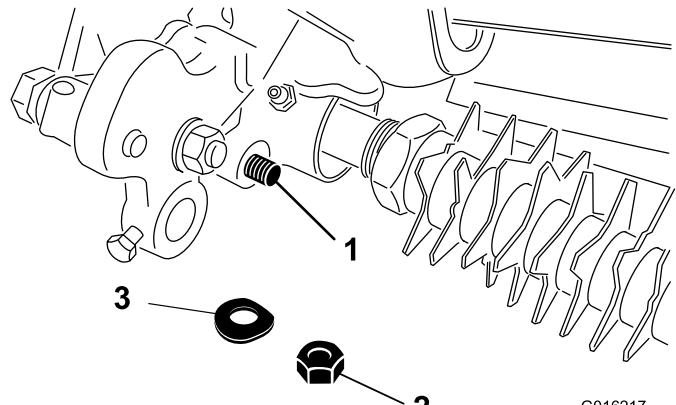

图13
29. 用膜片式弹簧垫圈和锁紧螺母将调整臂组件的杆端固定至疏草刀驱动组件 图13。
34. 用膜片式弹簧垫圈和锁紧螺母将调整臂组件的杆端固定至疏草刀驱动组件 图13。